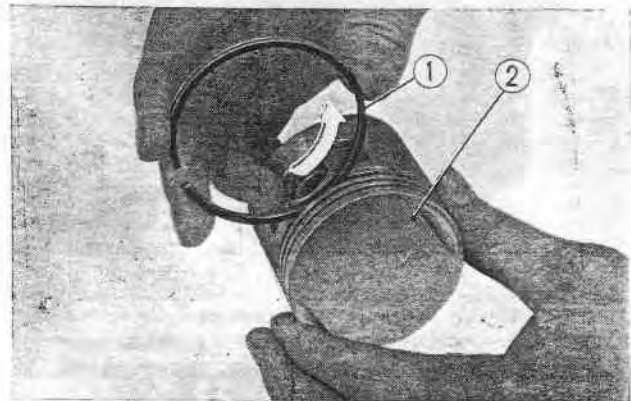

Fig. 3-65 ① Segment de piston
1. Pour remonter de nouveaux segments sur le piston, faire rouler les segments dans les rainures du piston afin de contrôler le jeu avant l'assemblage. (Fig. 3-65)